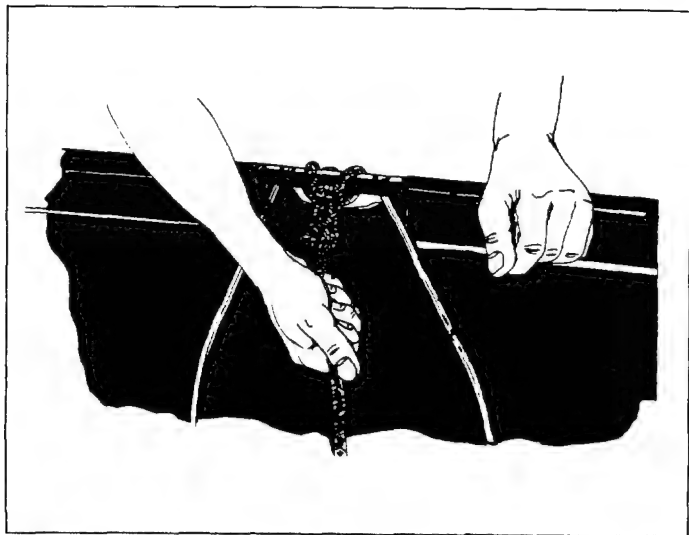

Fig. 26
16. Maak het touw vast aan het bovenste gedeelte (in het midden) van het frame van de containerzak (zie fig. 26).